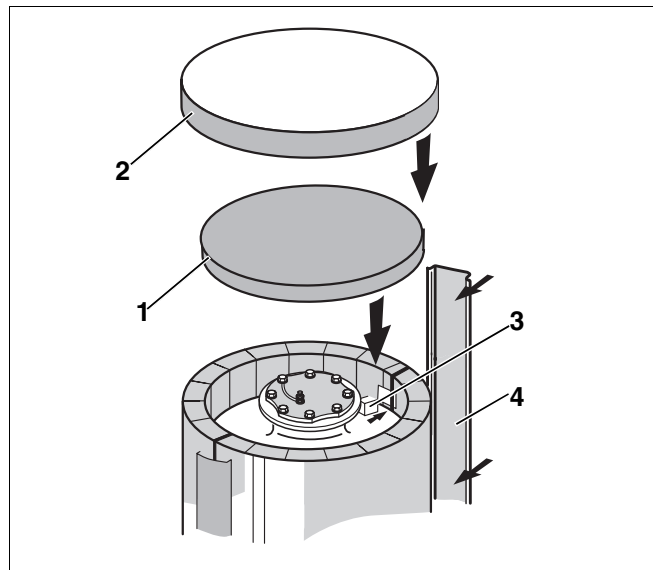

Рис. 8 Теплоизоляция крышки верхнего смотрового люка
- Вставить накладную планку (рис. 8, поз. 4) в торцевую планку теплоизоляции.
- Изнутри в вырез вставить прямоугольные теплоизоляционные заглушки (рис. 8, поз. 3).
- Теплоизоляционный круг (рис. 8, поз. 1) положить на верхнюю крышку люка таким образом, чтобы его края совпали с краями боковой теплоизоляции.
- Надеть верхний кожух бака-водонагревателя (пластмассовую крышку, рис. 8, поз. 2) сверху теплоизоляционного круга так, чтобы в него вошли края боковой теплоизоляции.